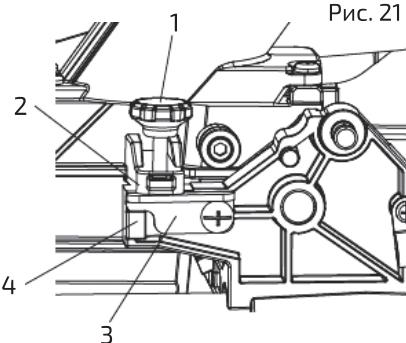

Рис. 21
- Перемещая режущий блок вверх, вращать стопорную ручку (1) против часовой стрелки, пока ручка не выйдет из нижней части стопорного блока (2) (рис. 21).
- Вращать стопорную пластину (3) против часовой стрелки, чтобы она коснулась основания упора (4).
- Убедиться, что стопорный блок (2) полностью касается стопорной пластины (3).
- Удерживая блок в этом положении, вращать стопорную ручку (1), пока она не коснется стопорной пластины (3) (рис. 21).